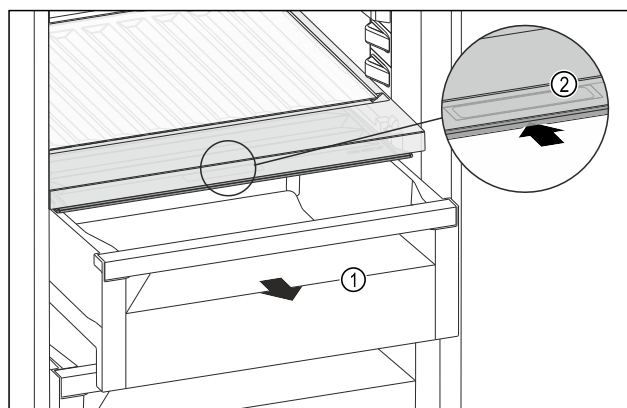

Fig. 190
- Dra ut utdragslådan Fig. 190 (1).
- Ta tag i fördjupningen Fig. 190 (2) på facklocket och skjut samtidigt facklocket bakåt.